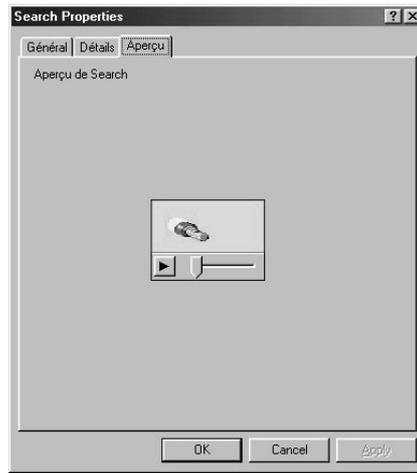

Figure 4b. Prévisionner un fichier vidéo avec l'Explorateur.
4. Si vous voulez prévisionner le fichier vidéo, cliquez sur l'onglet Aperçu. Windows 98 affiche la feuille Aperçu, comme le montre la **figure 4b**.